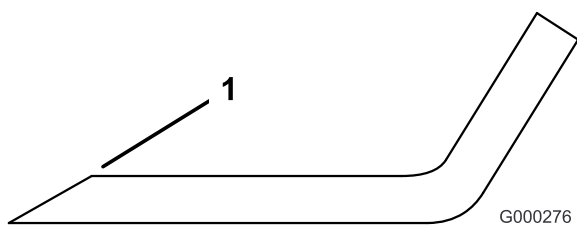

Figure 67
1. Au moyen d'une lime, aiguisiez les tranchants aux deux extrémités de la lame (Figure 67) Veillez à conserver l'angle de coupe d'origine. Limez la même quantité de métal sur chacun des deux tranchants pour ne pas déséquilibrer la lame.